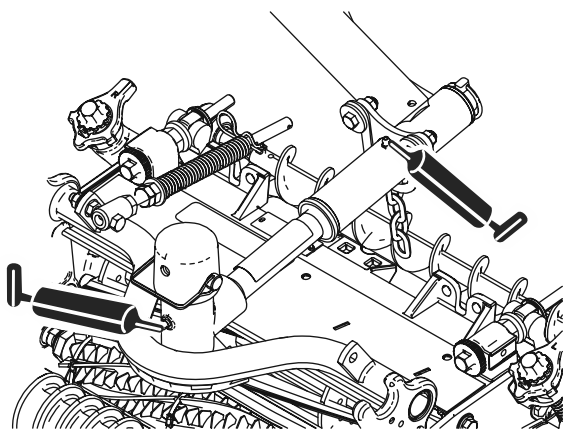

Figura 59
- Pivoi unitate de tăiere (câte 2); consultați Figura 59.